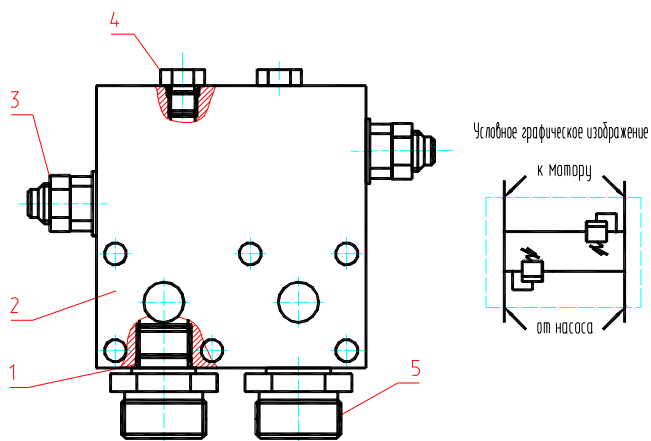

Рис. 48 Блок переливных клапанов
8. БЛОК ПЕРЕЛИВНЫХ КЛАПАНОВ (рис. 48)